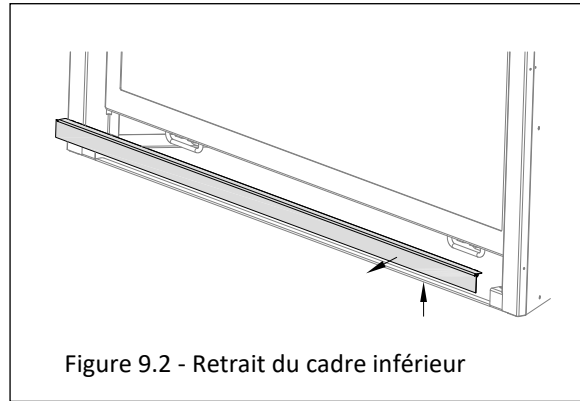

Figure 9.2 - Retrait du cadre inférieur
2. Tirez la partie inférieure du cadre vers le haut et vers l'extérieur pour accéder sous le foyer. Voir la figure 9.2.